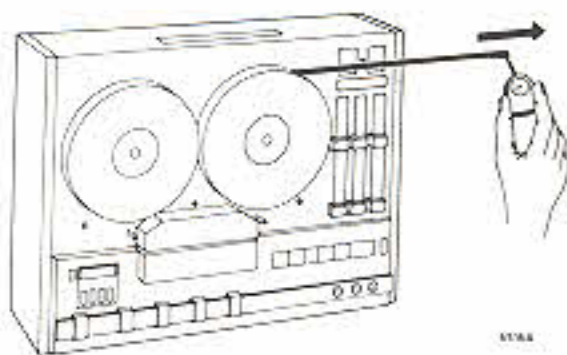

Fig. 12
- Die Bremskraft des linken und des rechten Spulentellers muss ca. 600 gcm betragen. Diese Kraft ist mit Hilfe einer vollen Spule und einem Federdruckmessgerät gemäss Angabe in Fig. 12 messbar. Das Messgerät muss für die unterschiedlichen Spulendurchmesser folgende Werte angeben: